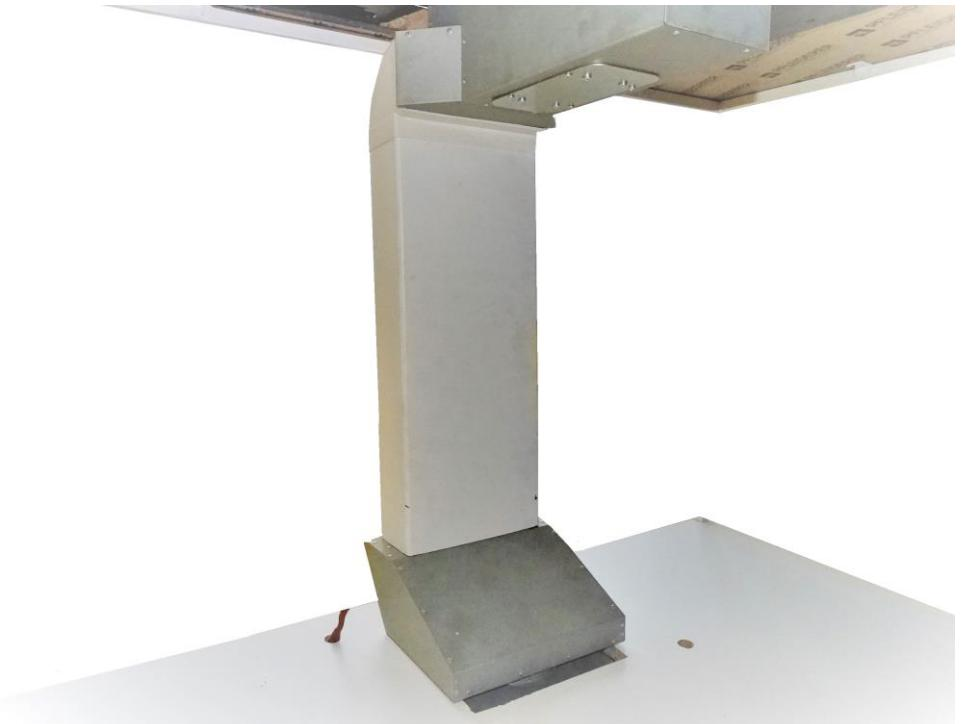

Рис. 31А
21. После того, как мы подняли стеклянную панель, вентиляционный канал (Е) вставить в вертикальное колено (D), аккуратно опуская стеклянную панель (Рис. 31А).